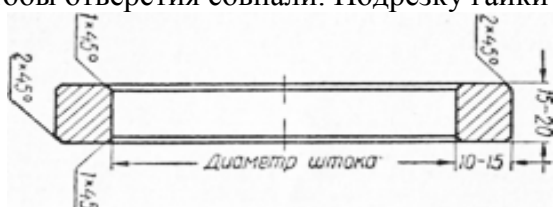

Рисунок 1- Кольцо-калибр для контроля обработки штока поршня.
5. Контроль качества шлифовки штока производится калибровочным кольцом (рис. 1).